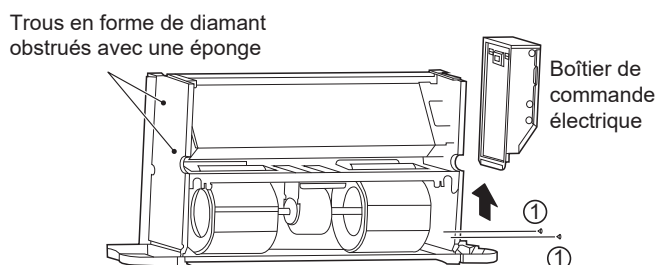

Figure 5-19 Retrait du boîtier de commande électrique et obstruction des trous en forme de diamant
Comme illustré à la Figure 5-19, retirez les vis ①*2 pour retirer la boîte électrique.
Comme illustré à la Figure 5-19, bouchez les trous en forme de losange sur la plaque latérale (la plaque sans les tuyaux d'entrée et de sortie) avec une éponge.